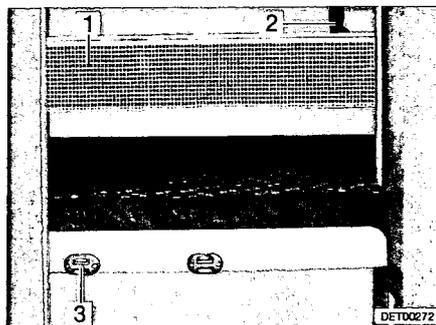

Bild 35 Sicherungsnetz
- Die Aufstiegsleiter mit den Holmen in die Halterung (Bild 35,3) an der Blende einhängen.
Sicherungsnetz Das Sicherungsnetz (Bild 35,1) ist serienmäßig zwischen Matratze und Lattenrost verstaut. Das Sicherungsnetz erst aufspannen, wenn sich die Person bereits im Bett befindet.
Aufspannen: ■ Die Haltebänder (Bild 35,2) in die Halterungen an der Decke einrasten.